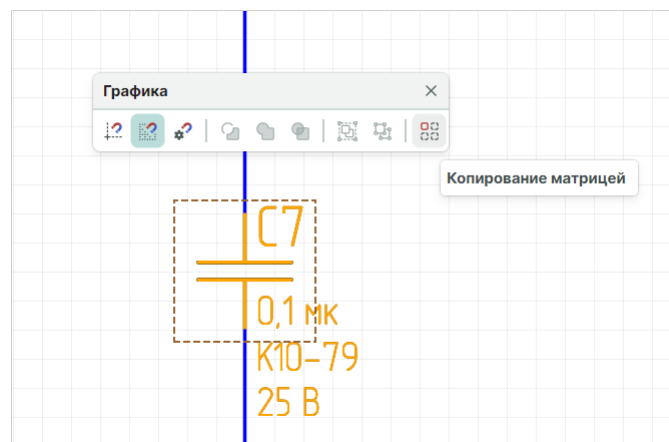

Рис. 231 Копирование объекта матрицей
- Выберите инструмент «Копирование матрицей» на панели инструментов «Графика», см. Рис. 231.